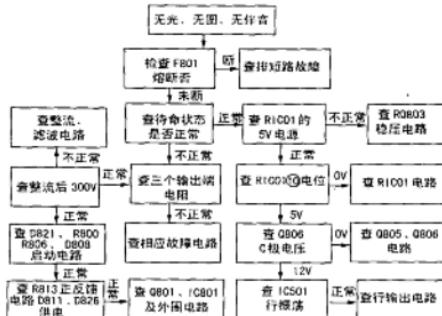

图 1-2 三星 C25 系列大屏幕彩电电源故障检修流程
(1) “三无”。发生“三无”故障时，应先检查保险丝 F801 是否熔断。如已熔断并内部发黑，说明开关电源有严重短路故障，常见为 Q801、C806、C807 击穿，C801、C802 短路。如保险丝未断，可通电试机，按图 1-2 所示的检修流程图进行检修。